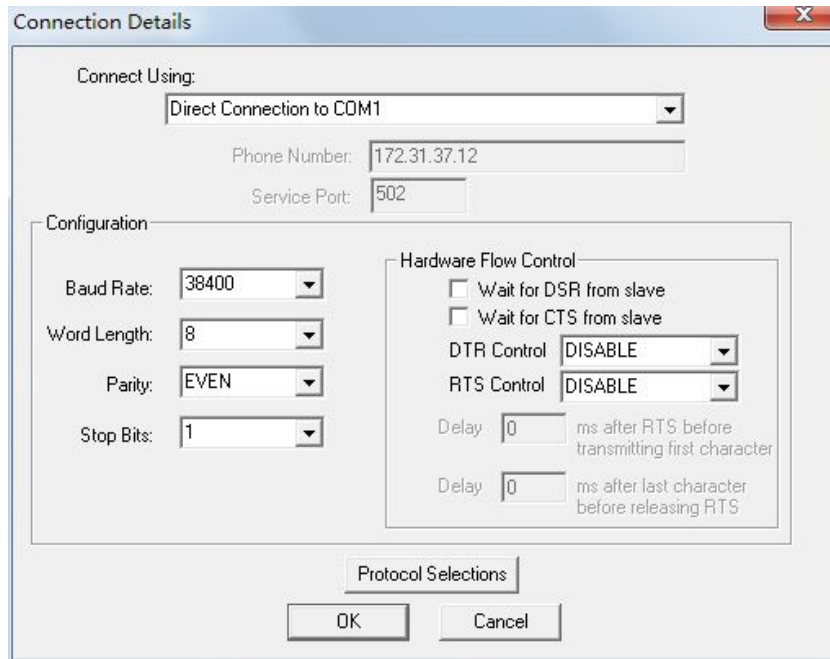
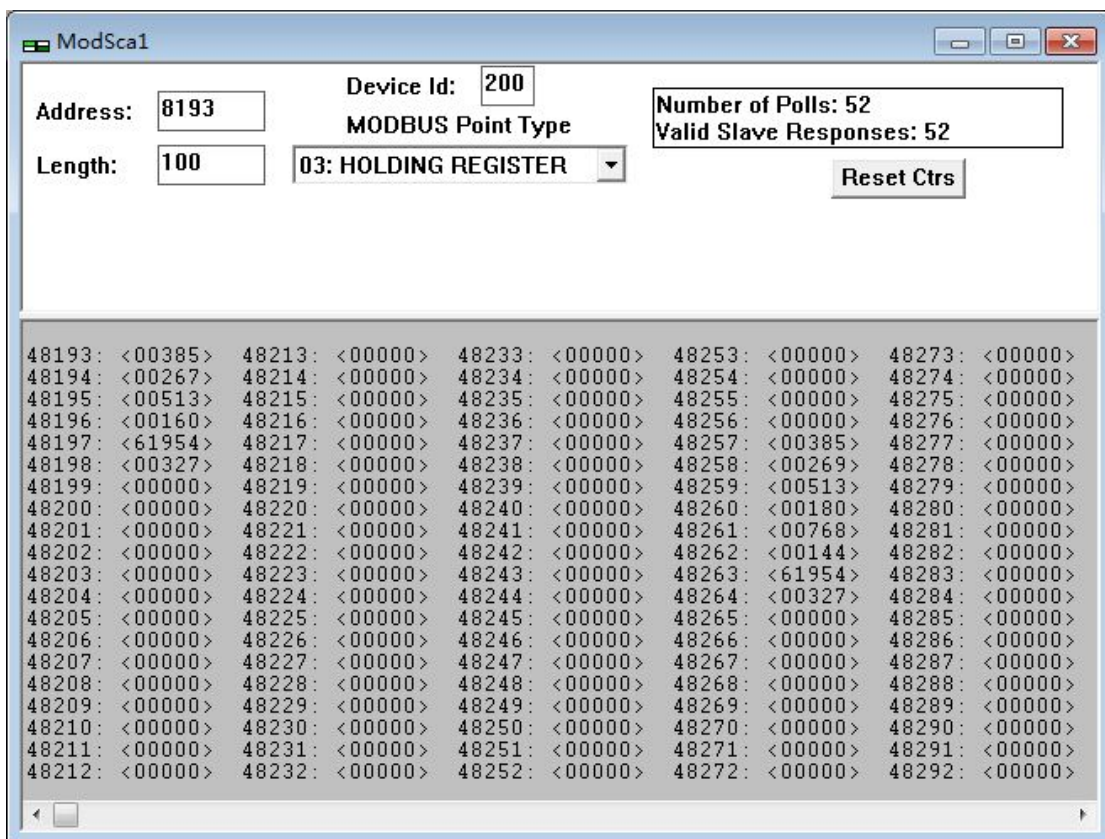

图 2-3-3
图 2-3-4
3、建立连接，点击【connection】——【connect】，进入如图 2-3-3 界面，更改串口为本机串口的端口号，波特率 38400，8 个数据位，偶校验，1 个停止位。然后点击确定。如图 2-3-4 所示。